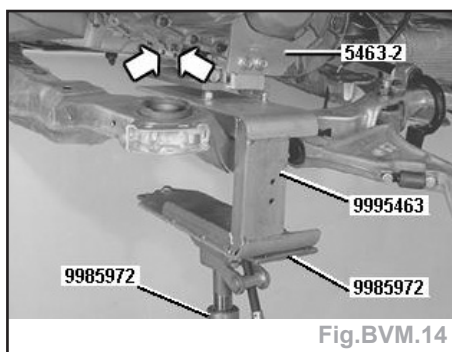

Fig.BVM.14
- Pose de la fixation sur le cric mobile et la boîte de vitesses (Fig.BVM.14) :